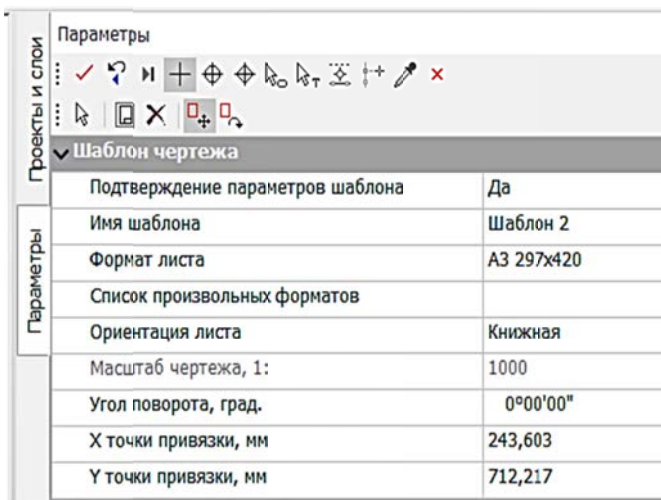

Рис. 6.33. Настройки шаблона чертежа
7. Добавим шаблон рамки **Шаблон 2** и подберем подходящий **Формат листа, Ориентацию листа** и расположим формат относительно поперечников корректно с помощью команды **ПЕРЕМЕСТИТЬ ШАБЛОНЫ** (рис. 6.33).